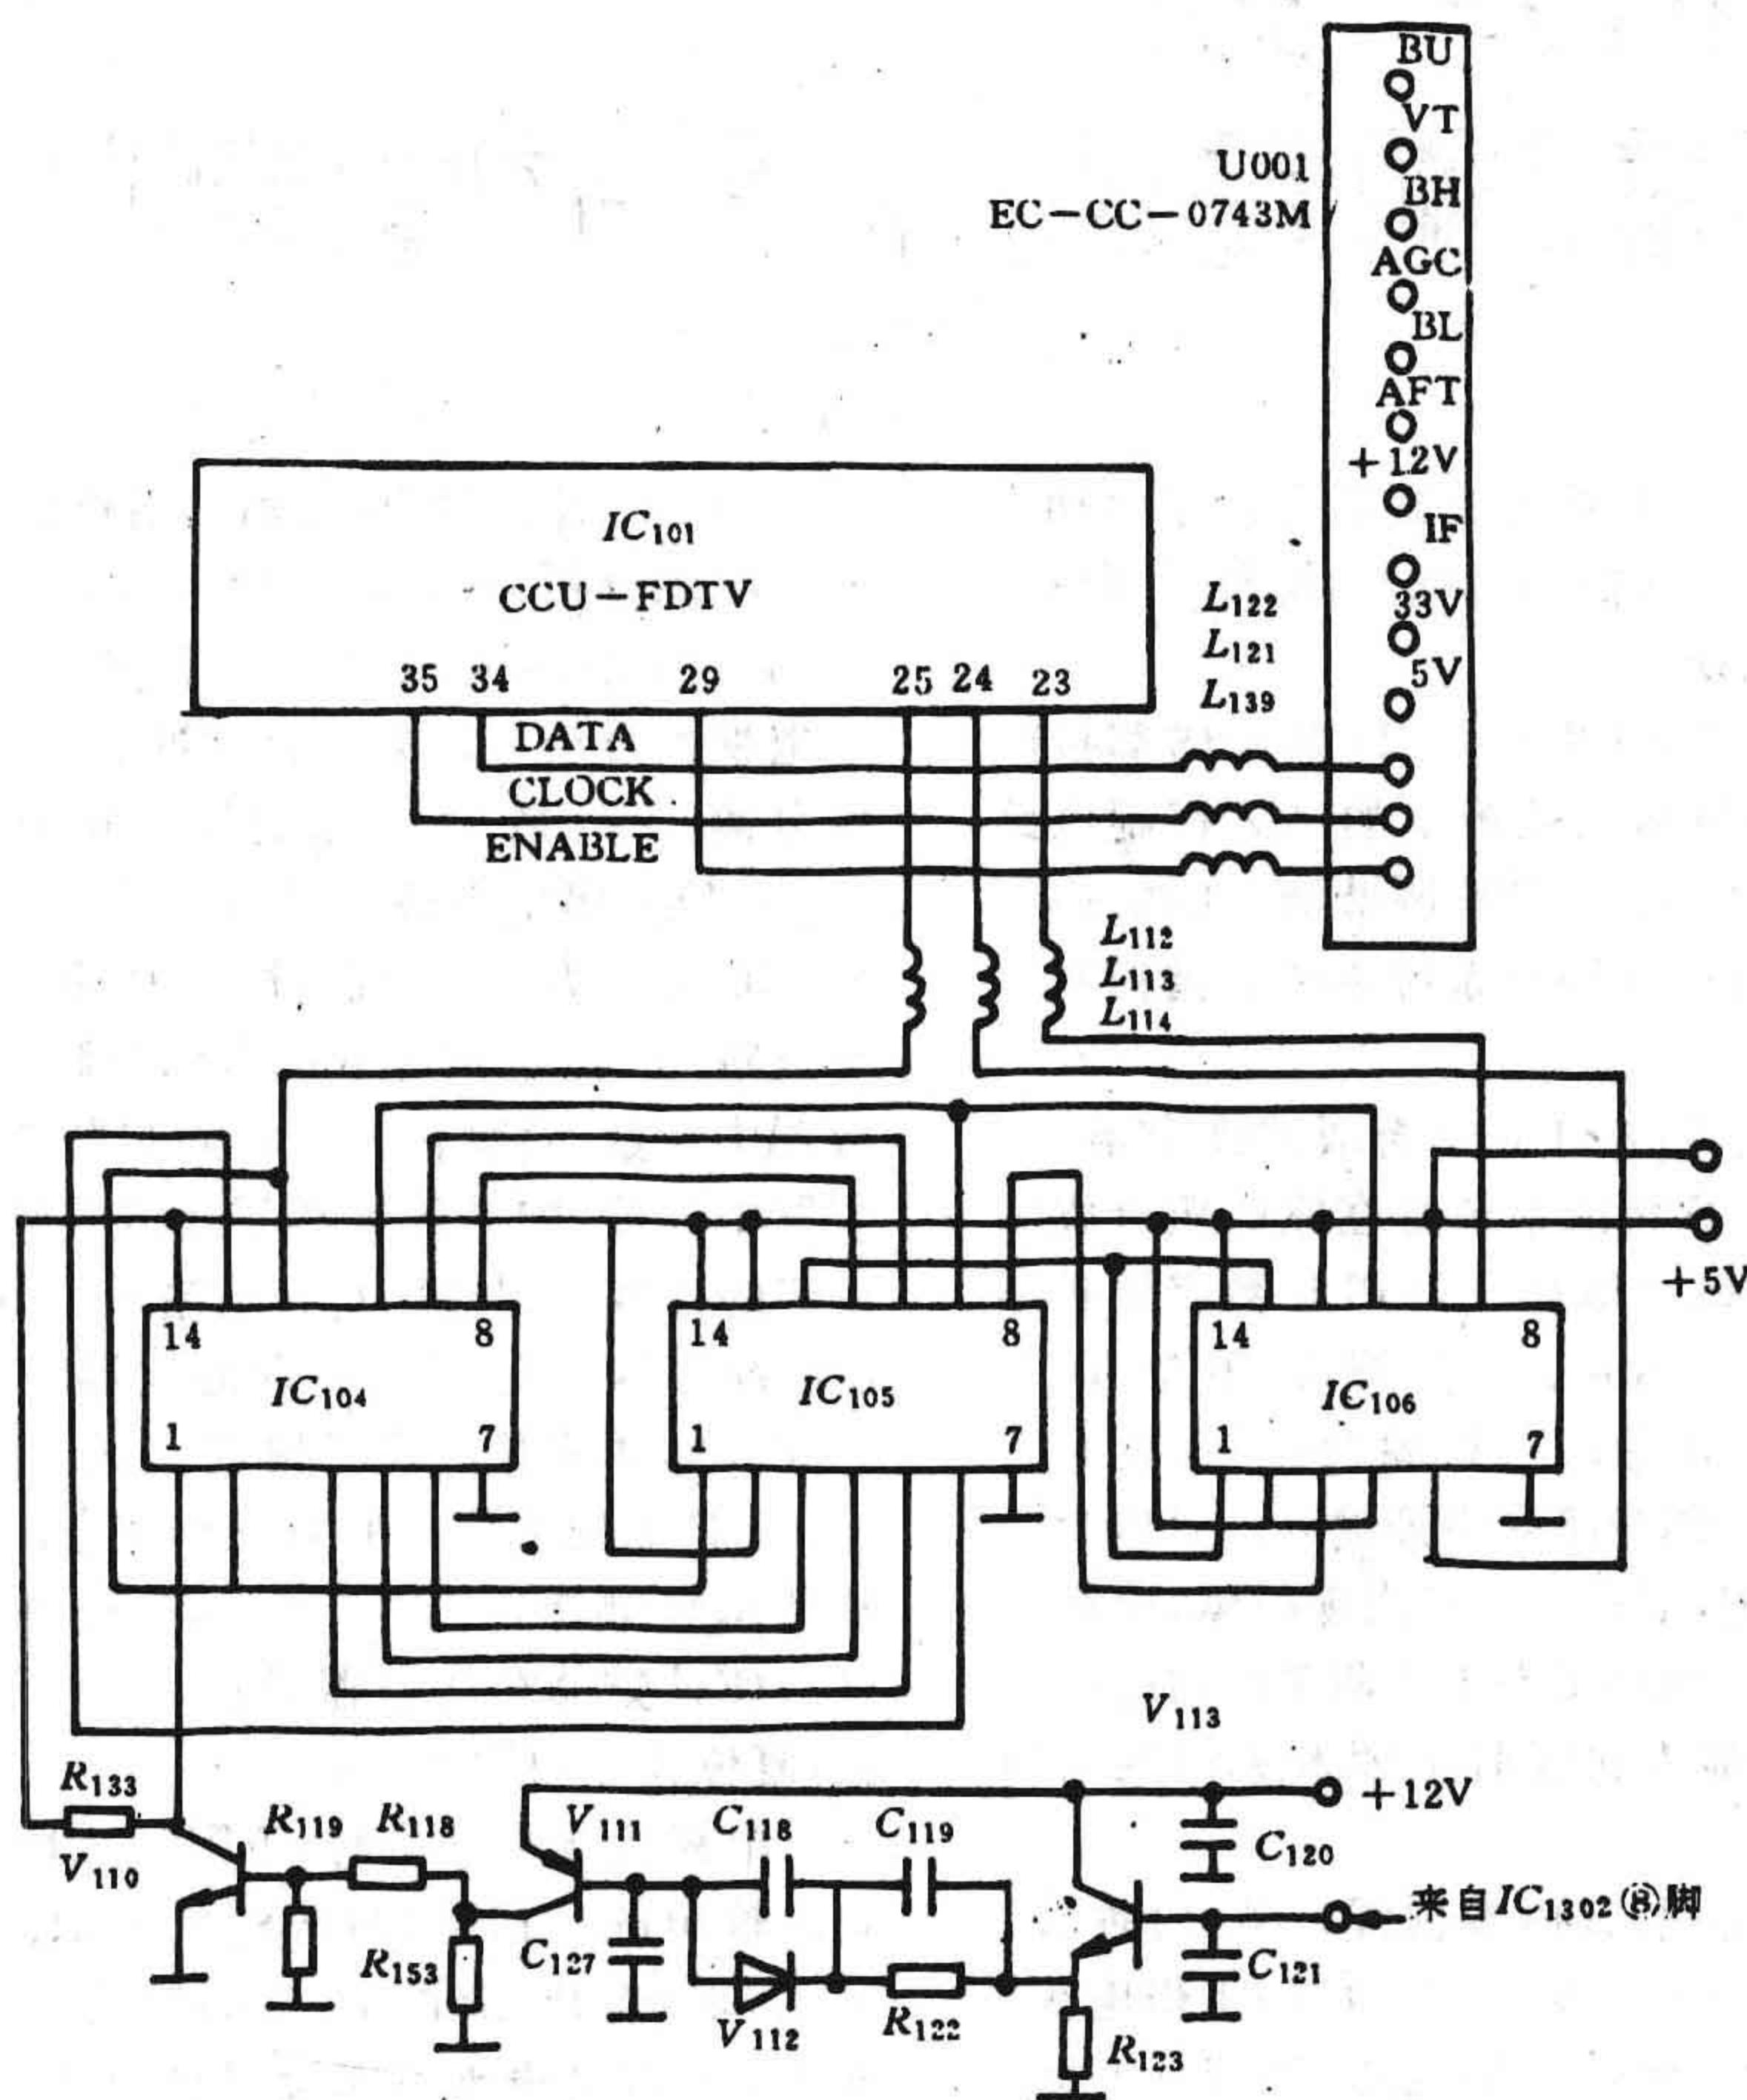
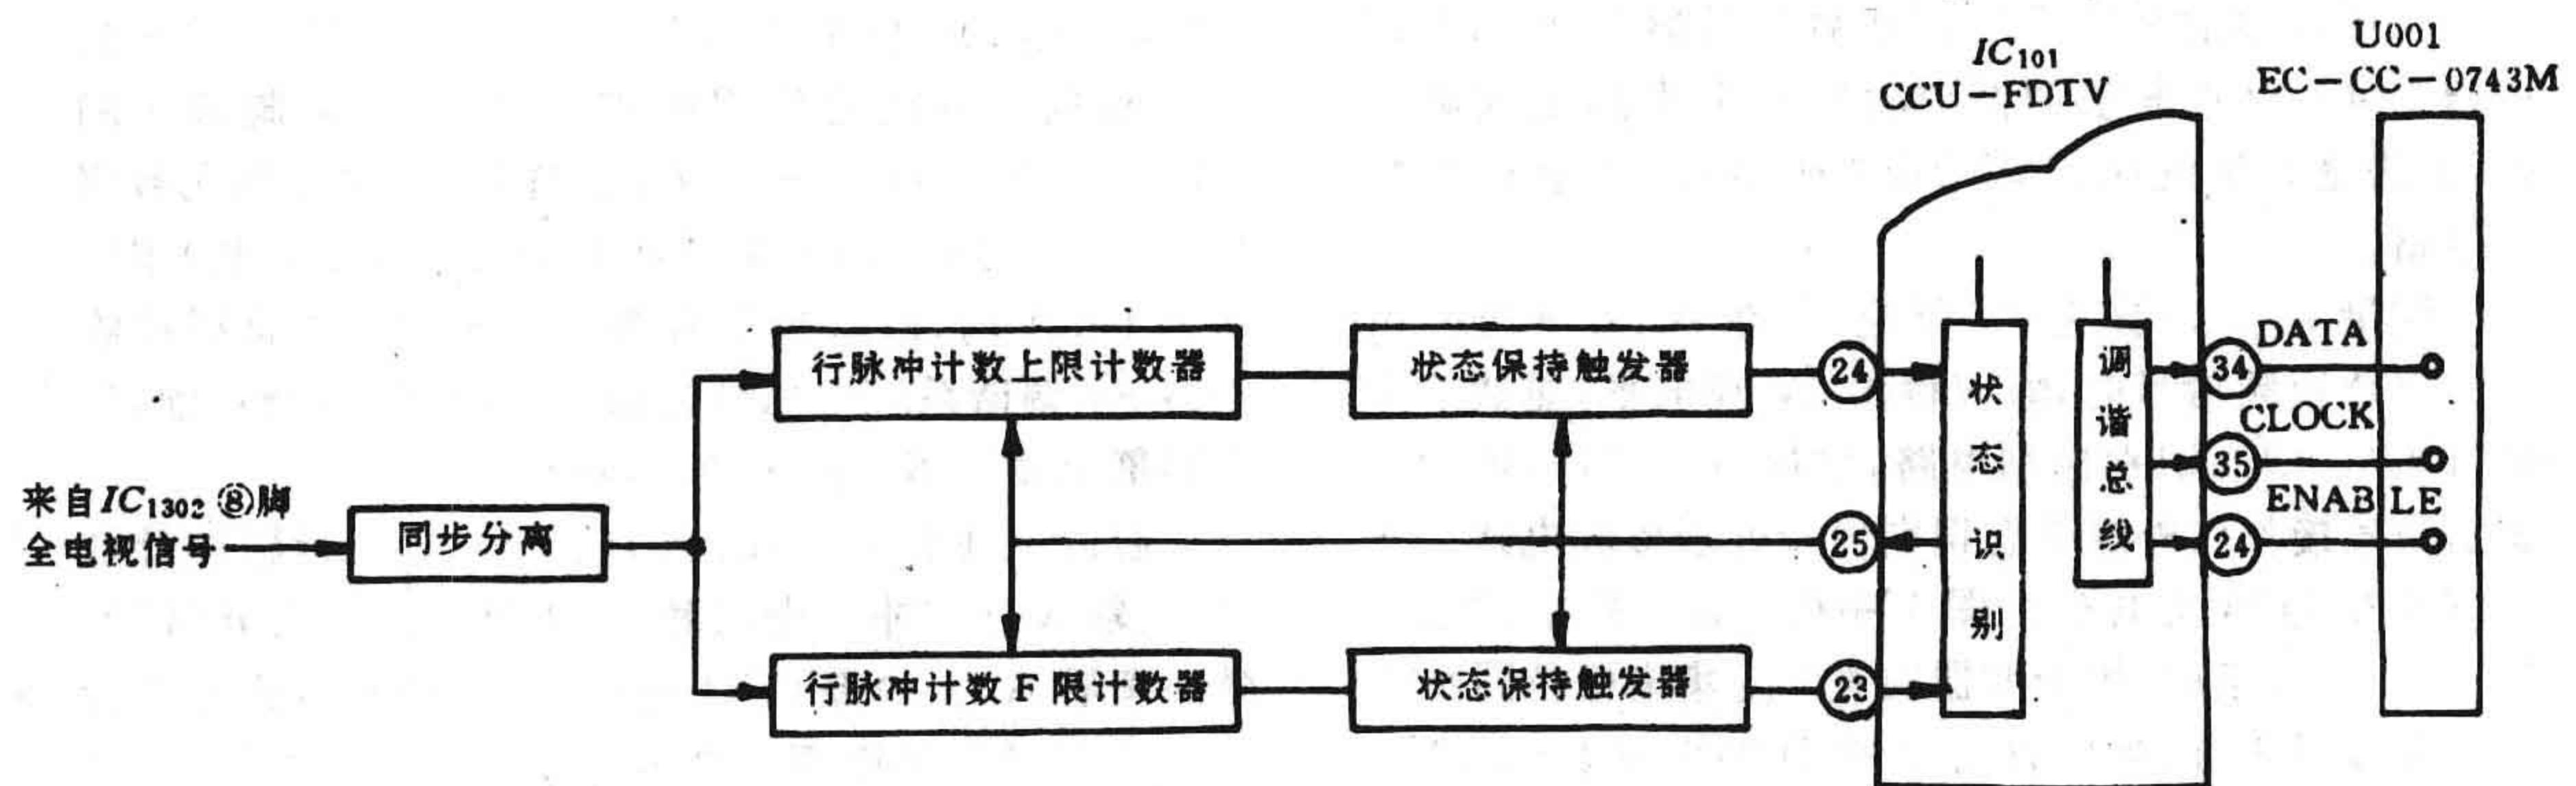

图 1 状态识别信号形成电路原理图
图 2 状态识别信号形成电路方框图
测量 IC_{101} ⑨脚为 0V 低电平,在 IC_{1302} ⑧脚输出正常复合视频信号时,⑨应输出 3V 高电平,显然故障来自 IC_{101} 状态识别控制电路,包括 IC_{101} ⑬~⑮状态识别信号接收和外围状态识别信号处理形成电路。状态识别信号形成电路由图 1 中的 V_{113} 、 V_{111} 、 V_{110} 、 $IC_{104} \sim IC_{106}$ 组成,用示波器检查 V_{110} 集电极行同步脉冲信号波形正常,测量 IC_{101} ⑬脚⑭脚均为 4.8V 高电平,断开⑬、⑭脚,复查 IC_{106} ⑤脚和⑨脚电位仍为 4.8V 高电平,在 IC_{104} ①脚⑫脚行同步脉冲幅度正常时,⑮脚输出 0V 低电平,而⑨脚输出 4.8V 高电
障源分析:状态识别信号形成电路原理如方框图 2(结合图 1)所示:由 AV 控制电路 IC_{1302} ⑧脚输出的全电视信号经 V_{113} 射随器缓冲整形,通过 V_{111} 进行幅度分离, V_{110} 放大,从复合同步信号中取出行同步脉冲,由 V_{110} 集电极输出分两路进入 IC_{104} 双四位计数器; $IC_{104} \sim IC_{106}$ 组成行同步脉冲计数和状态保持触发电路, IC_{101} ①脚输入的行同步脉冲在行脉冲上限计数器中计数,⑭脚输入的行同步脉冲在行脉冲下限计数器中计数,如果计数器所计信号脉冲数大于芯片内设定的计数范围,经 IC_{105} 三输入三与非门电路处理输出脉冲信号改变 IC_{106} 双 D 触发器的工作状态;如果无行同步脉冲或脉冲信号幅度太低,行脉冲计数器无输出,双 D 触发器保持原有工作状态。触发器被触发后其状态将维持到 CCU 读入,并从⑯脚输出计数复位信号使计数器和触发器复位、程序计数器 PC 为零截止,复位脉冲周期为 5ms。